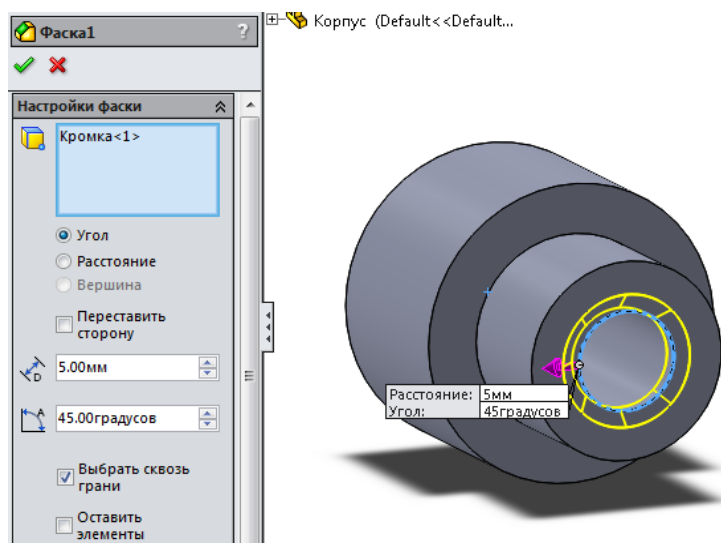

Рисунок 4.4 – Фаска 5 мм
9. Натисніть кнопку "**Фаска**" і встановіть параметри фаски, діючи так, як показано на рисунок 4.4.